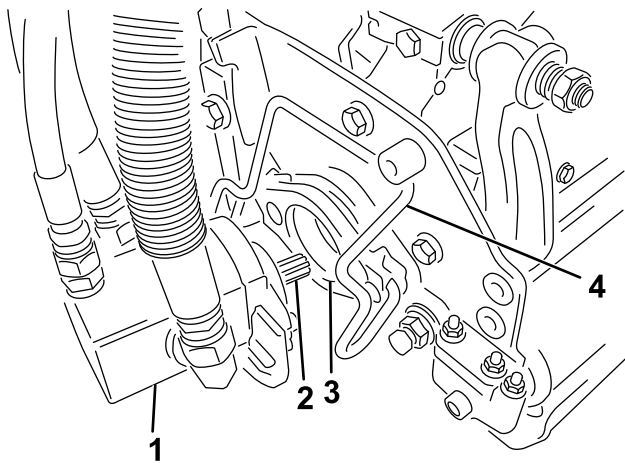

図 53
5. カッティングユニット用モータのスプラインシャフトにきれいなグリスを塗りつける 図 53。
6. モータを、カッティングユニットの左側運転席から見てに取り付け、カッティングユニットについているモータ固定バーを、モータの上から被せるようにセットし、モータの左右から「カチッ」というロック音が聞こえるまで押し下げる 図 53。